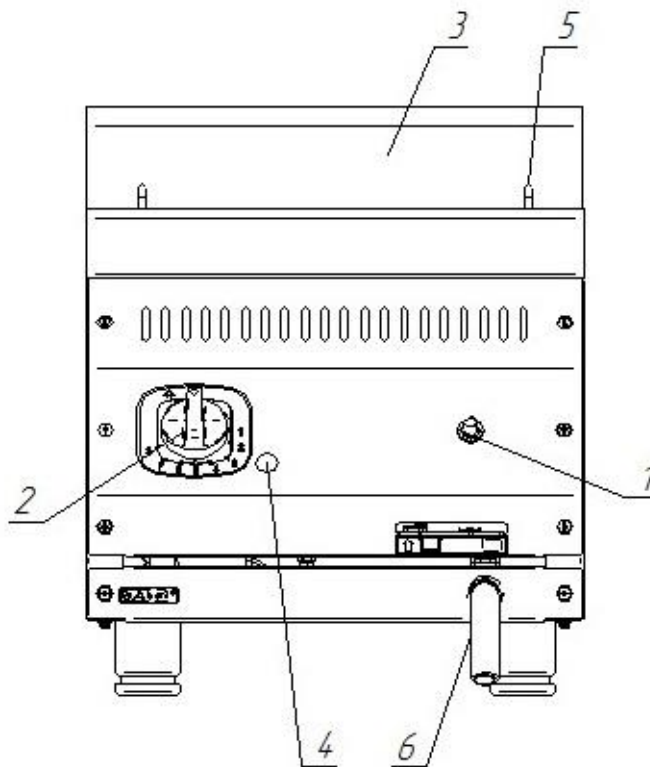

Рис. 1. Газовый мармит
4.1 Устройство газового мармита показано на рис. 1.
Для слива воды с ванны предусмотрен сливной патрубок 6 (см. рис. 1) находящийся спереди на лицевой панели.
Нажмите на ручку крана-термостата и поверните ее против часовой стрелки, установив символ искры зажигания напротив метки на панели управления (рис.2а). Нажав до упора, произведите поджог газа, выходящего из запальной горелки (пилота) духовки, для чего нажмите на кнопку пьезорозжига. Удерживайте ручку крана-термостата в течение не менее 15 секунд, после чего отпустите. После проведения вышеуказанных операций необходимо проконтролировать наличие горения газа, для чего необходимо посмотреть в смотровое окно 4 (рис.1), в котором можно наблюдать наличие пламени. Пламя должно быть устойчивым. Если пламя не горит, повторите операцию.
Разожгите основную горелку мармита. Поверните ручку крана-термостата против часовой стрелки к символу «1» (рис. 2б). Дождитесь разогрева и перехода основной горелки на минимальное пламя. Снимите ручку крана поз.2 (рис.1), после чего открутите или закрутите регулировочный винт сбоку от крана настолько, чтобы получить равномерное малое пламя. Установите ручку крана на место и проверьте устойчивость пламени горелки (при повороте ручки управления из положения «8» в положение «1», пламя не должно погаснуть). Заводская настройка для природного газа: регулировочный винт полностью закручен в направлении часовой стрелки и отвинчен на 34 градуса. Для регулировки минимального уровня при использовании сжиженного газа регулировочный винт необходимо полностью закрутить в направлении часовой стрелки.